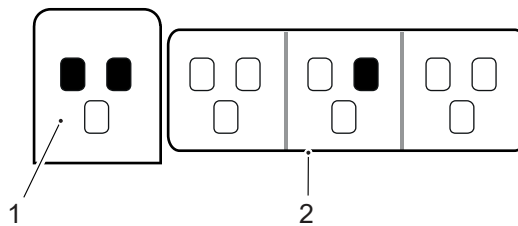

Fig. 3-15 Sélection du champ CAE
Lorsque le *bouton du champ CAE* est sélectionné, une fenêtre contextuelle présentant les différents champs CAE apparaît, voir **Fig. 3-15**. Pour activer les champs CAE, sélectionnez-les dans la fenêtre contextuelle (2) à droite. Tous les champs CAE activés sont montrés dans l'image (1). Pour désactiver les champs CAE, sélectionnez-les à nouveau dans la fenêtre contextuelle (2).